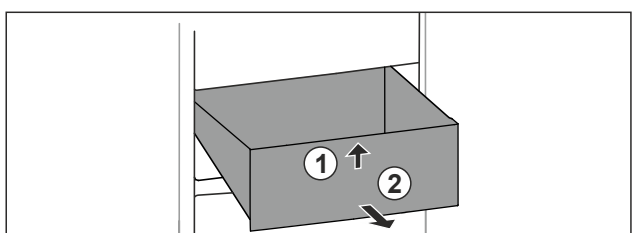

Fig. 25
- Приподнимите выдвижной ящик спереди. Fig. 25 (1)
- Извлеките выдвижной ящик движением вперед. Fig. 25 (2)